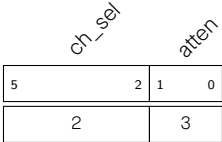

图 39.3-9. SAR ADC1 cmd0 配置示例
- 扫描 SAR ADC1 的通道 2，且衰减配置为 12 dB（见图 39.3-9）；